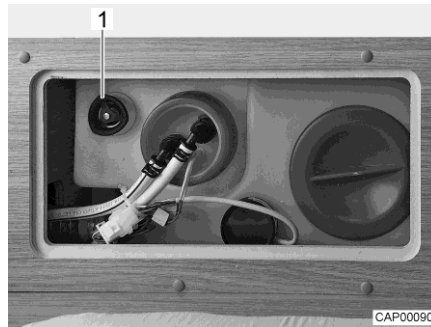

Bild 99 Vattentank med ratt
- Vrid ratten (Bild 99,1) på vattentanken moturs mot motståndet till stoppläget för att öppna utloppsöppningen helt.